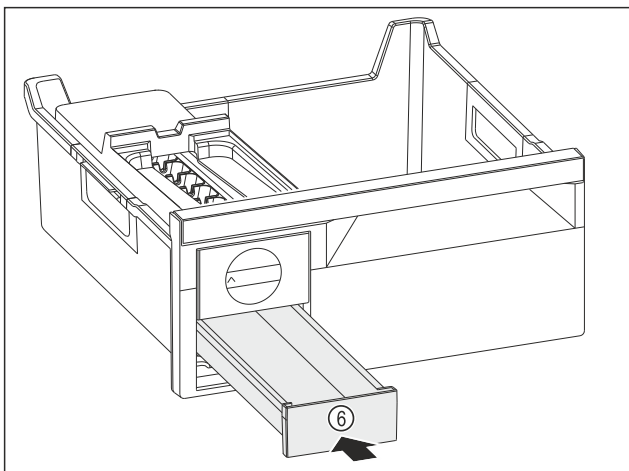

Fig. 116
- ▶ Встановіть форму для льоду Fig. 116 (6).